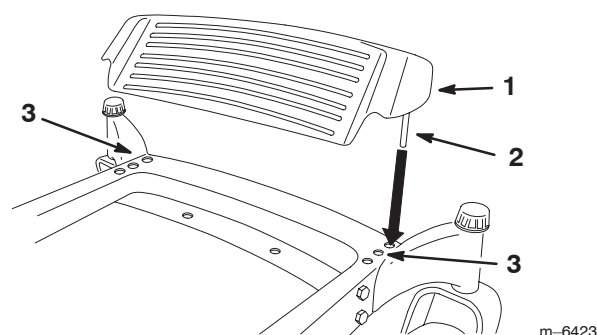

Figure 14
1. Élevez le repose-pied et placez les tiges dans les mêmes trous (Fig. 14).